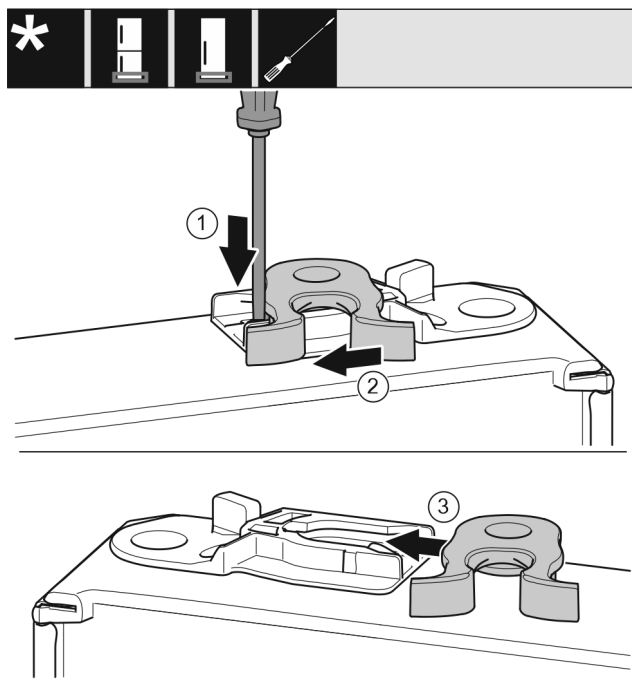

Fig. 31
- ▶ Plochým šroubovákem přitlačte lamelu Fig. 31 (1) dolů.
- ▶ Vytáhněte petlici Fig. 31 (2) z vedení.
- ▶ Petlici Fig. 31 (3) zasuňte do vedení na druhé straně.